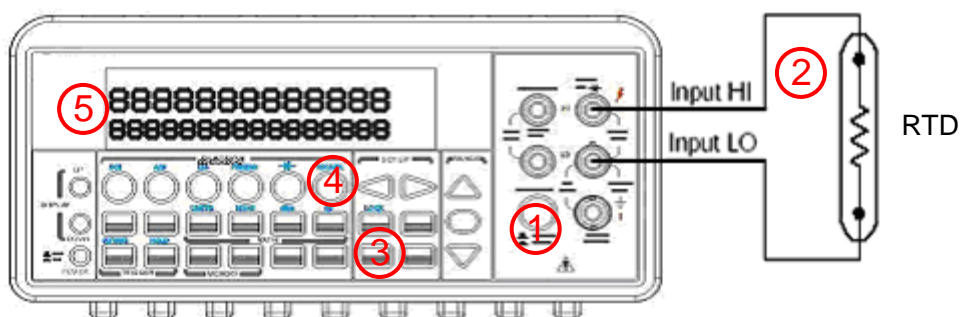

図 3-14
- ① TERMINALS スイッチを使用して前面パネルの入力端子を選択します。
- ② 図 3-14 に示すようにプラチナ RTD を接続します。
- ③ CONFIG、TEMP ボタンを押した後、◀または▶ボタンを押すとディスプレイが“SENSOR”表示のときセンサータイプを、“UNIT”表示のとき単位を選択できますので選択し ENTER ボタンを押します。それぞれについて◀または▶ボタンで項目を選択し、ENTER ボタンを押して設定します。
- ④ TEMP ボタンを押します。
- ⑤ RTD を希望の位置に置き、ディスプレイ上の測定値を読み取ります。